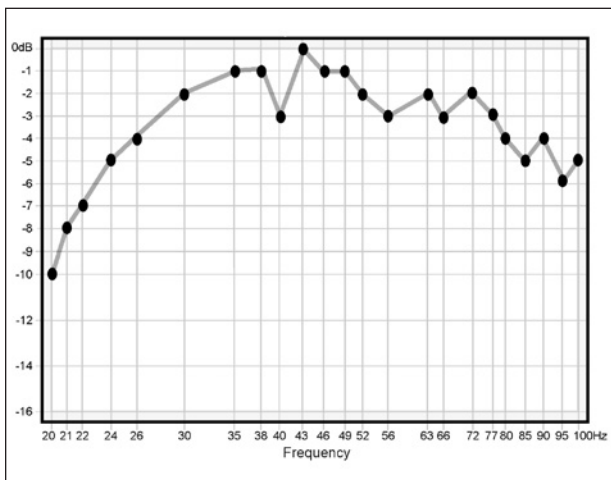

Abbildung 20. Optimaler Frequenzgang - keine Änderungen nötig
1. Nehmen Sie eine neue Testposition ein. Wählen Sie dann den Titel mit jener Frequenz, die dem tiefsten Punkt des Frequenzeinbruchs entspricht. In dem Beispiel aus Abb. 20 würden Sie Titel 14 mit einer Frequenz von 52 Hz und Titel 18 mit einer Frequenz von 40 Hz abspielen. Drücken Sie auf Play ▶. Sie werden ein Messergebnis erzielen, das fast genau dem entspricht, das Sie zuvor hatten. Bewegen Sie nun das RSLM hin und her. Bleiben Sie dabei nach Möglichkeit in einem Bereich, der nur ca. 30 cm vom ursprünglichen Messpunkt entfernt ist. Beobachten Sie die Anzeige, während Sie das RSLM bewegen. Sie werden große Pegelunterschiede feststellen. Versuchen Sie eine Position für die Lautsprecher oder zum Messen zu finden, die den Frequenzverlauf bei diesen Frequenzen anhebt. Manchmal erweist es sich als hilfreich, das RSLM nach oben oder unten zu bewegen. Frequenzeinbrüche können auf jeder Achse auftreten. Jene Position, die den Pegel auf das Maß der benachbarten Messpunkte anhebt, ist Ihre neue Testposition.
Wenn Ihre Testergebnisse ähnlich aussehen, wie das Beispiel in Abb. 20, können Sie mit Ihrer Anlage mehr als zufrieden sein. Fahren Sie fort auf Seite 15 mit dem Kapitel „Abschließende Feineinstellung des Systems“.